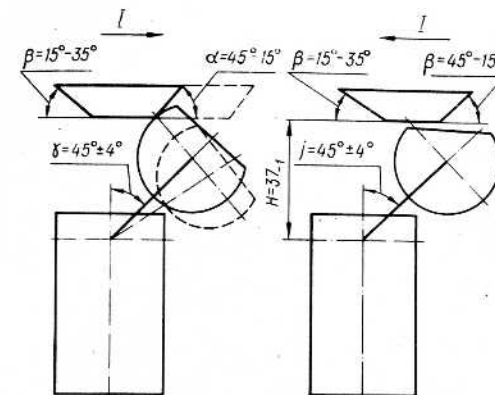

Рис. 2. Выключатель с селективным приводом
7. Выключатели с селективным приводом (рис. 2) – для работы с проходными реверсивными упорами.